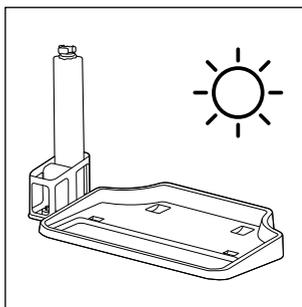

Fig. 38
- ◆ Para el secado, también puede colocar el rodillo de cepillos **6** en posición vertical en el soporte para el rodillo de cepillos **5** de la estación de soporte y limpieza (consulte la fig. 38).